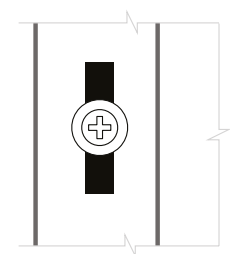

Рис. 19
■ Саморез вкручивается в центр перфорированного отверстия. Если отверстие не попадает на обрешетку, сделайте отверстие просекателем (рис. 19).